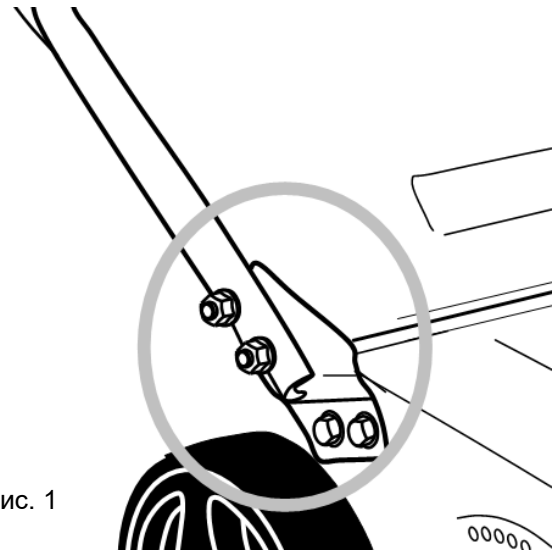

Рис. 1
1. Поднимите и зафиксируйте нижнюю часть рукоятки с помощью болтов и гаек как показано на рис.1.